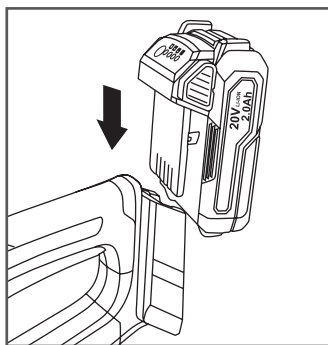
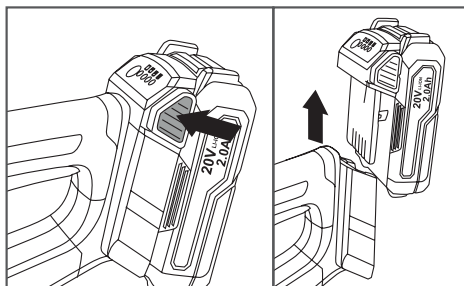

Рис. 2 Установка аккумулятора
Рис. 3 Извлечение аккумулятора
2. Вставьте аккумулятор в аккумуляторный отсек, пока не услышите щелчок фиксатора (Рис. 2). Убедитесь, что аккумулятор полностью вставлен и зафиксирован. Чтобы извлечь аккумулятор, нажмите кнопки разблокировки фиксатора и выньте аккумулятор (Рис. 3).